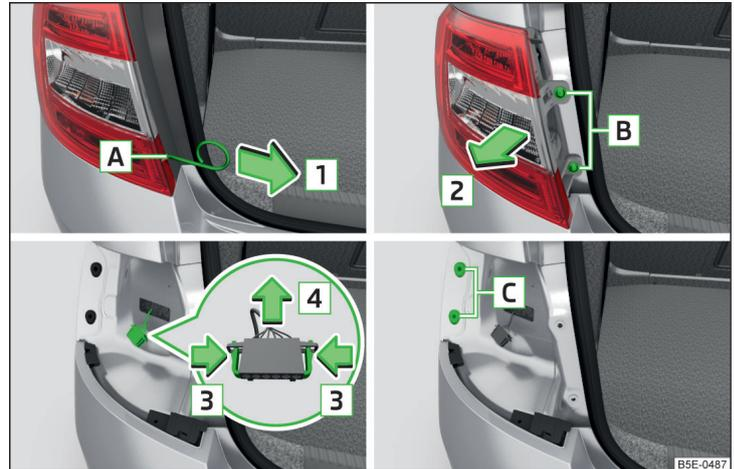
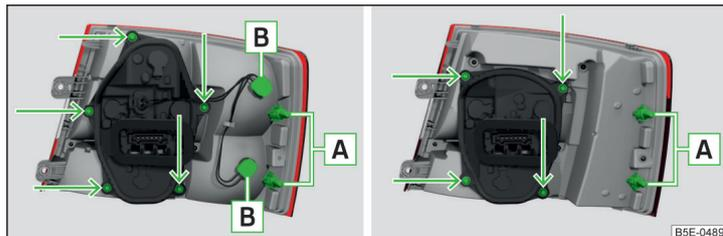

Abb. 250 Leuchte ausbauen / Stecker abziehen
Abb. 251 Äußerer Teil der Leuchte: Grundleuchte / Leuchte mit LED-Dioden
- › In die Öffnung **A**¹⁾ » Abb. 250 den Bügel zum Abziehen der Radvollblenden » Seite 221, Bordwerkzeug einführen.
› Die Leuchte mit den Zapfen **A** » Abb. 251 auf Seite 245 in die Aufnahmen **C** » Abb. 250 in der Karosserie einsetzen.
- › Die Lampenfassung **B** » Abb. 251 entgegen dem Uhrzeigersinn drehen und aus dem Leuchtengehäuse herausnehmen.
- › Den Lampenhalter » Abb. 251 mit dem Schraubendreher aus dem Bordwerkzeug abschrauben und den Lampenhalter aus der Leuchte herausnehmen.